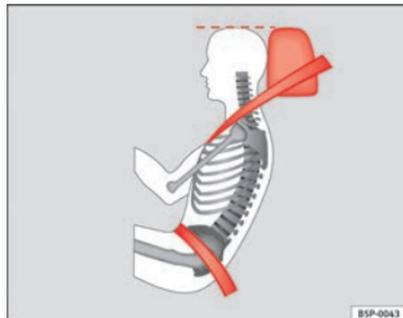

Fig. 13 Banda del cinturón y apoyacabezas ajustados correctamente, vistos lateralmente
- La banda abdominal del cinturón de seguridad deberá pasar por la región pélvica, pero nunca por encima del abdomen. El cinturón de seguridad debe quedar plano y bien ceñido a la pelvis → fig. 13. En caso necesario habrá que tirar un poco de la banda.